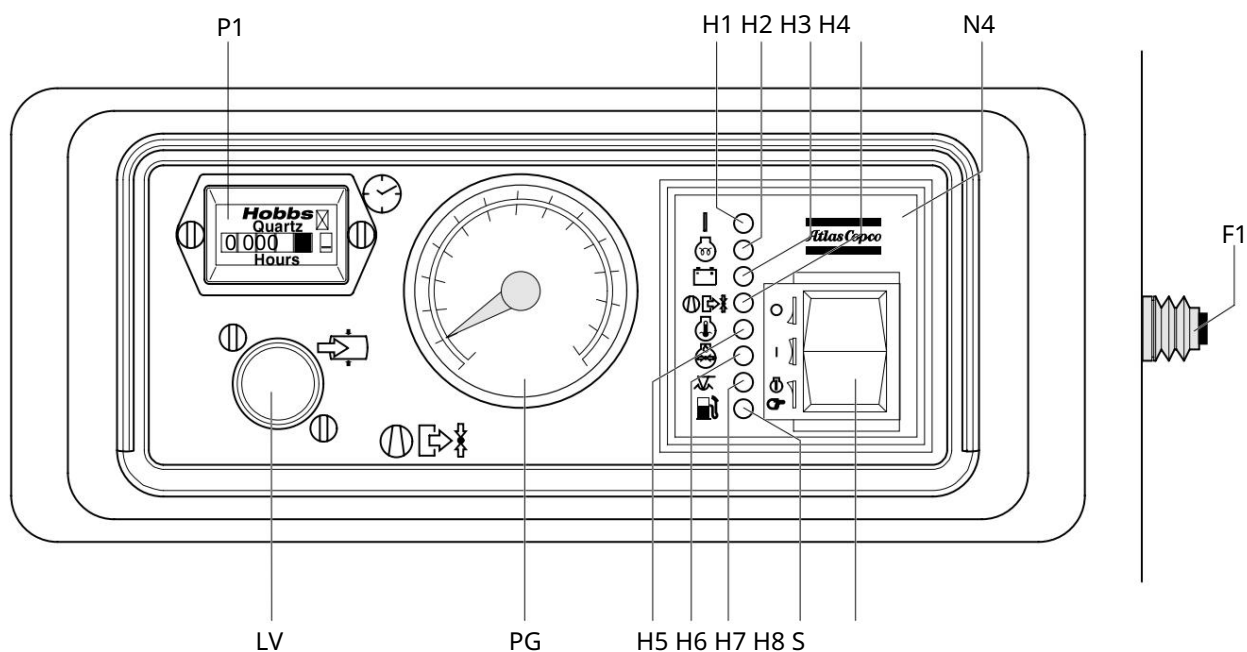

Fig. 3.10 Panou de control
- Scoateți și urubul de aerisire (1) al prefiltrului de combustibil.
- Acționați pompa manuală (2) la prefiltru până când combustibilul iese din orificiul urubului de aerisire, iar aerul este eliminat complet din sistemul de alimentare.
- Acționați butonul întrerupător (Fig. 3.10, F1) din partea dreaptă a panoului de comandă (deschideți mai întâi ușa de serviciu din dreapta).
- Comutați butonul de pornire/oprire (Fig. 3.10, S) în poziția „I”. Supapa solenoidală a combustibilului va fi excitată.
- Apăsăți butonul (3) din partea superioară a suportului prefiltrului, pentru a activa surplusul de combustibil.